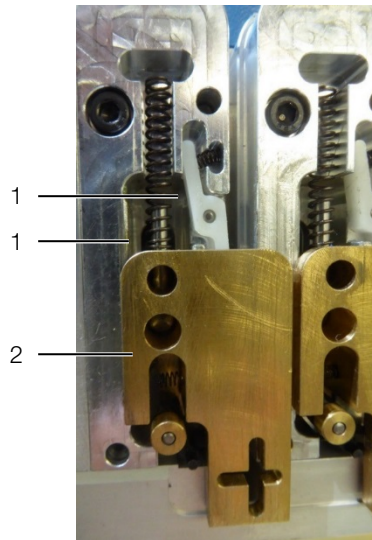

Fig. 23 : unité de transport
- Appliquer très peu d'huile sur l'aluminium des deux côtés (fig. 23, pos. 1) de la rainure de guidage.
- Monter et descendre avec le poussoir en laiton (fig. 23, pos. 2) pour répartir l'huile.